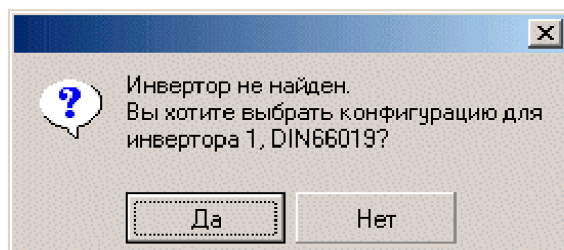

Рисунок 8
2.3. Для работы с программой при отсутствии подключенного инвертора необходимо самостоятельно выбрать конфигурацию предполагаемого устройства (рис. 8).